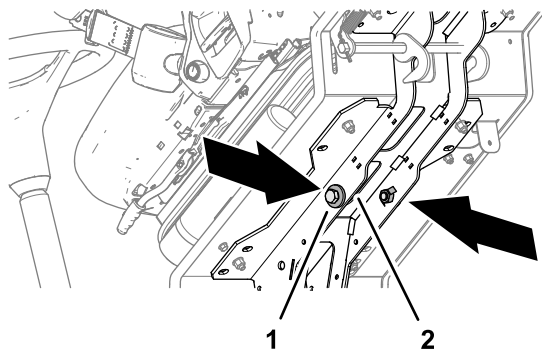

Bild 33
4. Entfernen Sie die beiden Schrauben 12 x 40 mm und die beiden Beilagscheiben 12 mm in den Stützschiene der Plattform (Bild 33).